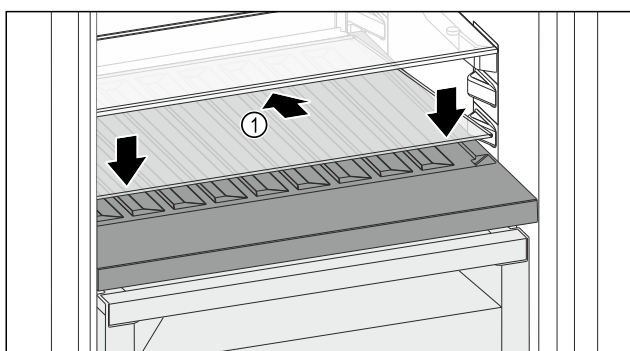

Fig. 116
- Indsæt glaspladen Fig. 116 (1) skråt nedad og bagtil.
- Sænk glaspladen Fig. 116 (1) foran.